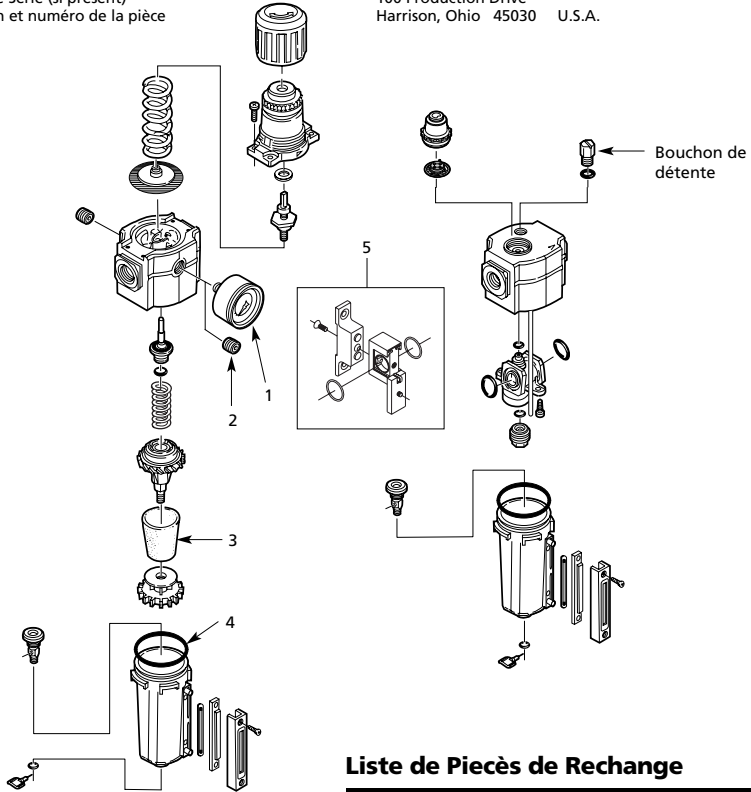

Figure 2
**lentement** afin de permettre le soulagement de la pression d'air (Voir Figure 2). Verser l'huile dans le bol à travers l'orifice de remplissage. **Remplacer le bouchon de détente avant de remettre en marche.** NE PAS remplacer le bouchon de soulagement jusqu'à ce que les bols soient bien verrouillés en place.